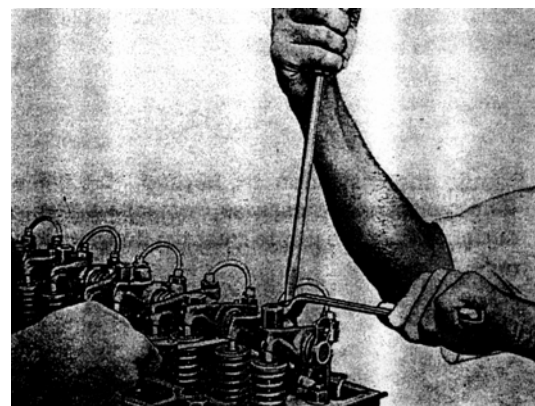

РИС. 56
- г) Ещё раз проверьте зазор между бойком клапана и штоком клапана (см. рис. 56).